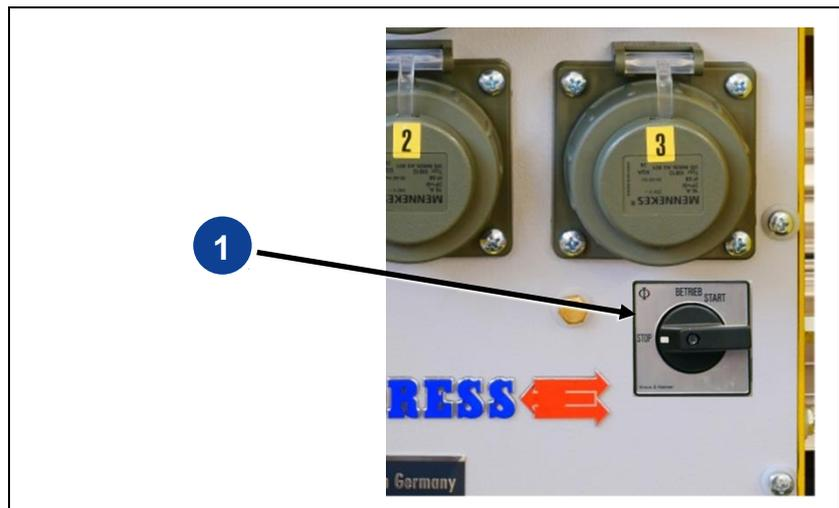

Abb. 4-3: Elektrostart
4. Motorstartschalter (Abb. 4-3-**1**) in Pos. „START“ bringen.